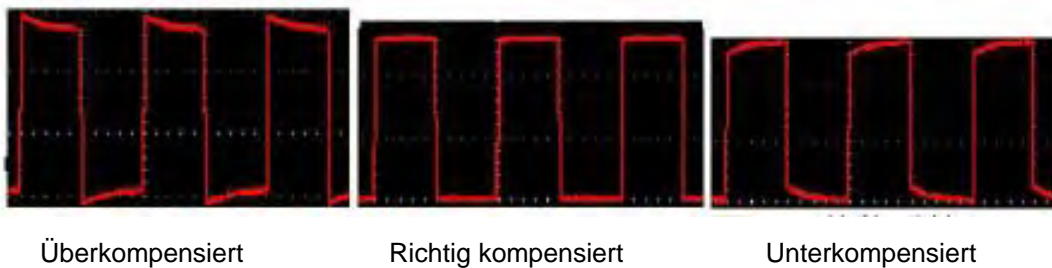

Abb. 7 Wellenformdarstellung der Tastkopfkompensation
2. Prüfen Sie die angezeigten Wellenformen und justieren Sie den Tastkopf, bis eine korrekte Kompensation erreicht ist (siehe Abb. 7 und 8).